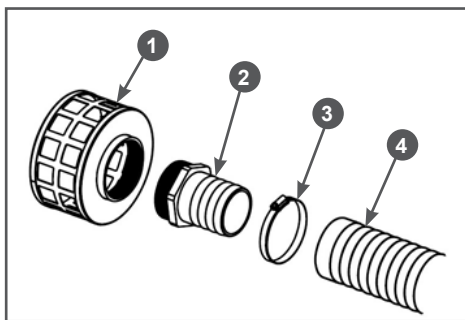

Рис. 7 Установка всасывающего фильтра
1. Закрутите в корпус 1 всасывающего фильтра коннектор 2 всасывающего рукава (Рис. 7).
- Наденьте до упора всасывающий рукав 4 на патрубок коннектора 2 и затяните его хомутом 3 (Рис. 7).